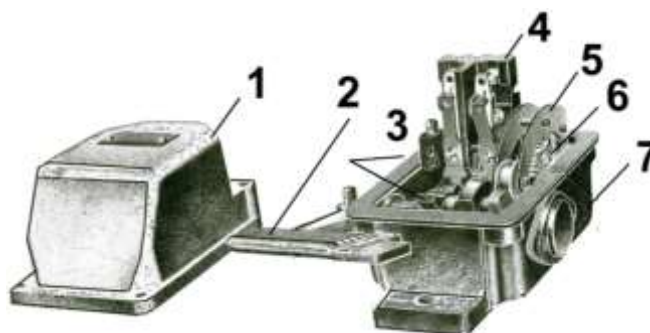

Рис. 32 Педаль безопасности
Переключатель (Рис.32) состоит из корпуса (7) и крышки (1), кулачкового барабана с кулачковыми шайбами (3), педали (2) и фиксирующего механизма. Корпус выполнен литым из алюминиевого сплава. Храповик под действием пружины фиксирует педаль в нулевом положении. При повороте кулачкового барабана с помощью педали кулачковые шайбы включают или выключают кулачковые элементы (4), коммутируя две независимые электрические цепи посредством замыкающих контактов. Возвратная пружина растягивается.(6) При отпуске педали эта операция выполняется в обратном порядке.